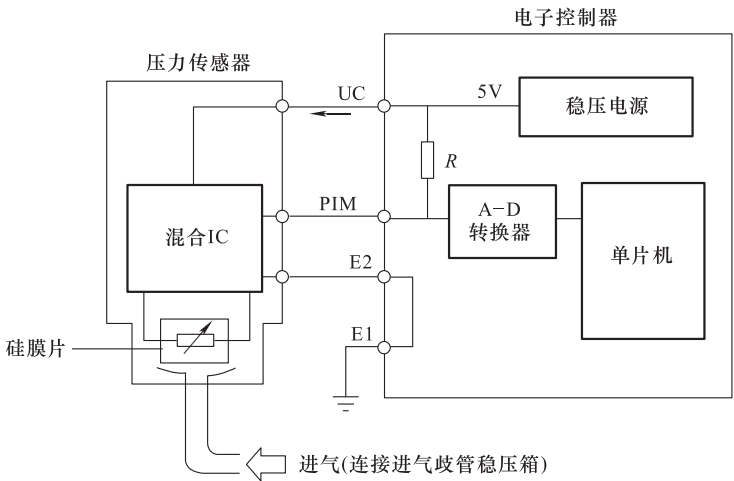

图 3-19 半导体压敏电阻的工作原理
(2) 工作原理 半导体压敏电阻的工作原理如图3-19所示。硅膜片一面通真空室,一面承受来自进气歧管中气体的压力,在此气体压力的作用下,硅膜片会产生变形,且压力越大形变越大,膜片应变电阻的阻值在此压力的作用下就会发生变化,使传感器上以惠斯顿电桥方式连接的硅膜片应变电阻的平衡被打破,当电桥的输出端输入一定的电压或电流时,在电桥的输出端便可得到相应变化的信号电压或信号电流,因为此信号比较微弱,故采用了混合集成电路进行放大后输入给ECU。
1) 检测 ECU 的供电电压。拔下传感器的插接器插头，接通点火开关（但不启动发动机），用万用表测量插接器插头电源端和搭铁之间的电压（电路中的 UC 与 E2 端子，如图 3-19 所示），正常值应为 4~6V；若无电压，应检测 ECU 相应端子间的电压；如果正常，则是传感器与 ECU 间连接线路发生故障，如果仍无电压，则是 ECU 发生故障。
2) 检测进气压力传感器的输出电压。拔下进气压力传感器与进气歧管连接的真空软管，打开点火开关（不启动发动机），用电压表测量进气压力传感器的输出电压（电路中的 PIM 端子与 E2 端子，如图 3-19 所示）。接着向进气压力传感器内施加真空，并测量在不同真空度下的输出电压，该电压值应随真空度的增大而降低，其变化情况应符合规定，否则应更换进气压力传感器。